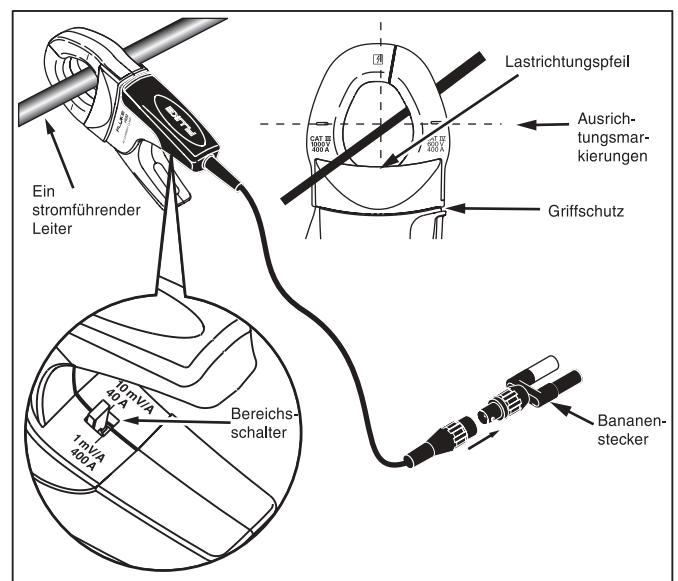

Abbildung 1. i400s Setup
- Die Stromzange nicht vor dem Griffschutz halten, siehe Abbildung 1.
Zum Gebrauch der i400s siehe „Empfehlungen“ und Abbildung 1:
**Zur Vermeidung von Stromschlag und Körperverletzungen die Finger stets hinter dem Griffschutz belassen, siehe Abbildung 1.**